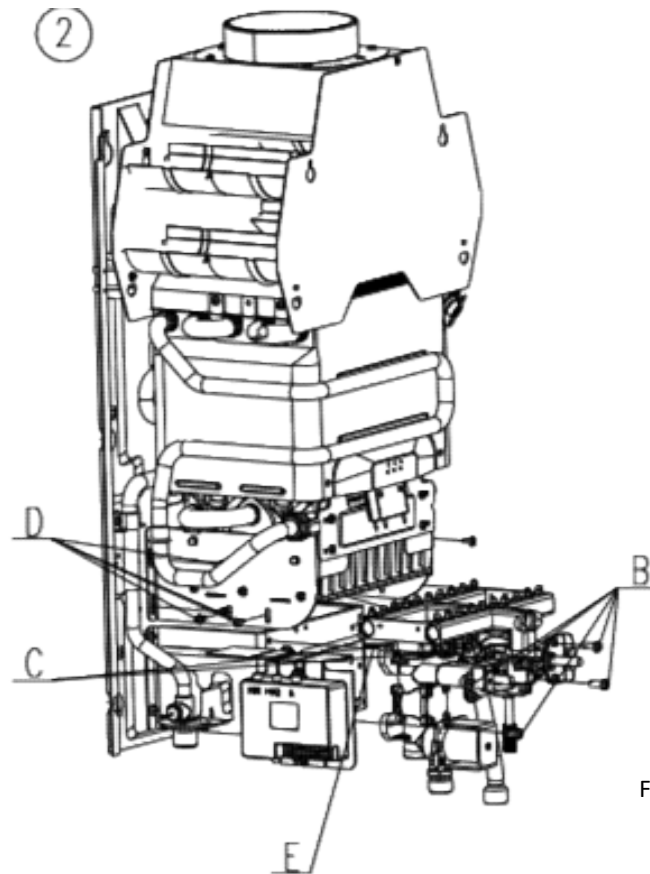

Figura 13
3. Destornille la conexión entre la válvula de agua y su soporte, remueva el clip que asegura la conexión de la válvula de agua-gas y el quemador. Remueva el cable de conexión a tierra de la válvula de agua (figura 13, punto B).
6. Remueva la conexión del manifold de gas y sus soportes laterales. Suelte el resto de los tornillos de ambos lados de los soportes, suelte el manifold y remuévalo (figura 13, paso D).